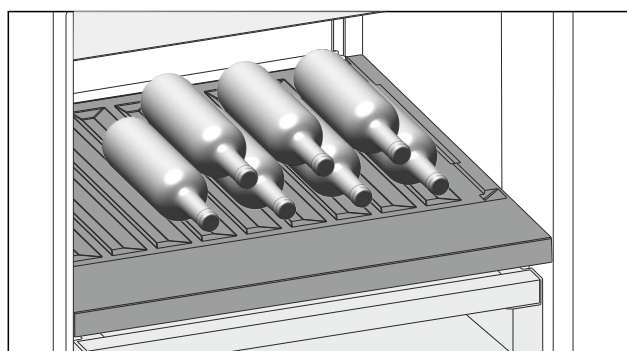

Fig. 123 Immagine a titolo di esempio
- Inserire le bottiglie con il fondo rivolto verso la parte posteriore. (vedere Fig. 123)